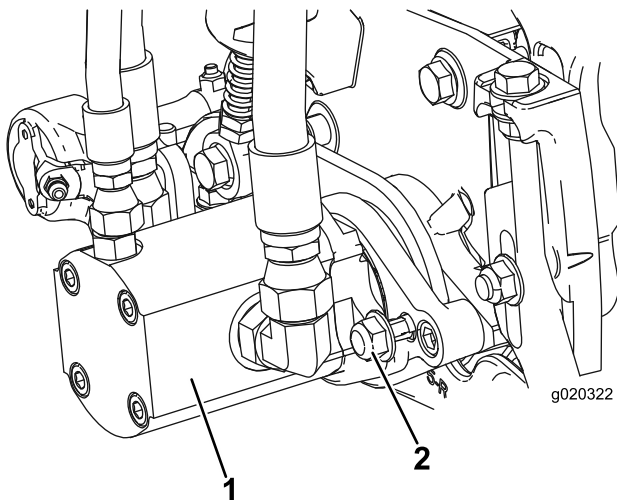

図 11
16. モータを右にひねってモータフランジのロックナットをかわしながらモータを取り付ける 図 11。モータを左にひねってフランジをナットに噛み込ませてセットし、ナットを締め付けて固定する。